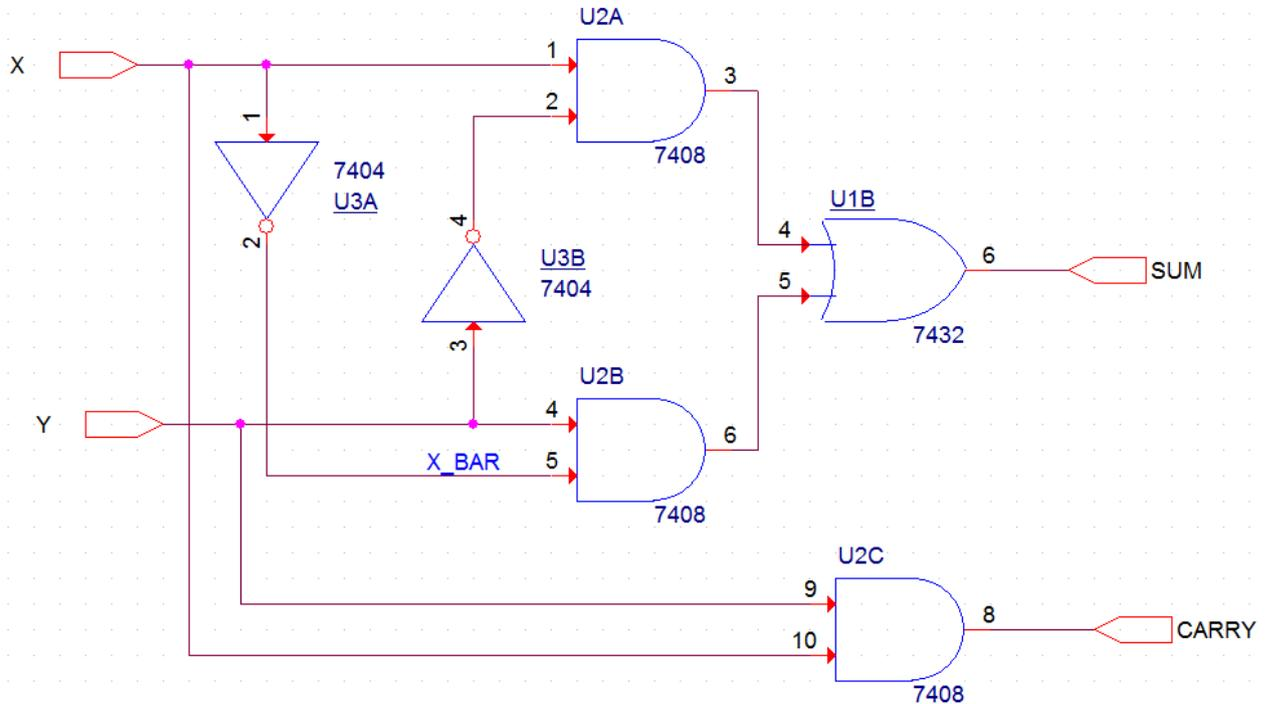

Рис. 8.7. Схема простого полусумматора
1. Требуется создать схему (рис. 8.7) из библиотеки Parts.
3. Выполняем соединения и переименовываем порты. Получаем нужную схему полусумматора (рис. 8.7).
В этом разделе, мы создадим компонент для схемы простого полусумматора (рис. 8.7), который вы создали в разделе плоской схемы этой главы. Такие созданные компоненты называют ещё Hierarchical symbol (иерархический символ).